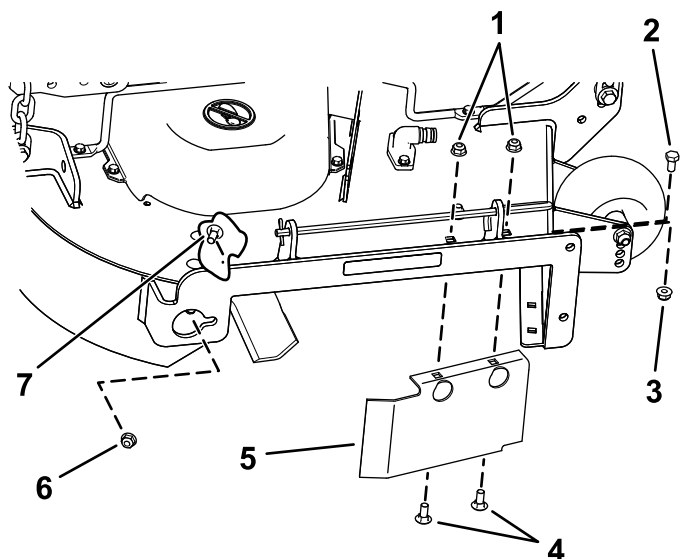

Figure 33
8. Sur la paroi arrière du plateau de coupe, retirez le boulon de carrosserie (5/16 x 3/4") et le contre-écrou (5/16") qui fixent le déflecteur au plateau (Figure 33).
9. Localisez la protection du déflecteur sur le bord avant de l'ouverture d'éjection latérale (Figure 33).
10. Retirez les fixations qui maintiennent la protection du déflecteur et le déflecteur droit sur le plateau de coupe (Figure 33).
13. Placez les fixations retirées précédemment dans les trous avant de la plaque d'éjection et le trou à l'avant du plateau de coupe (Figure 33).